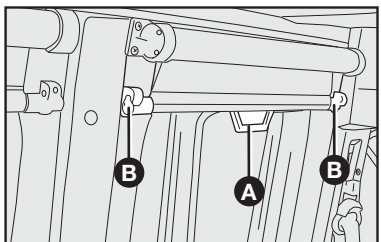

fig. 62
## CORTINAS - figs. 62 e 63
- Segurando pelo puxador **A-fig. 62**, puxar a cortina, soltando-a das travas **B-fig. 62**.
- A cortina abre-se automaticamente, pela ação de uma mola. Acompanhar o movimento da cortina até que se prenda nas travas **B-fig. 62**.